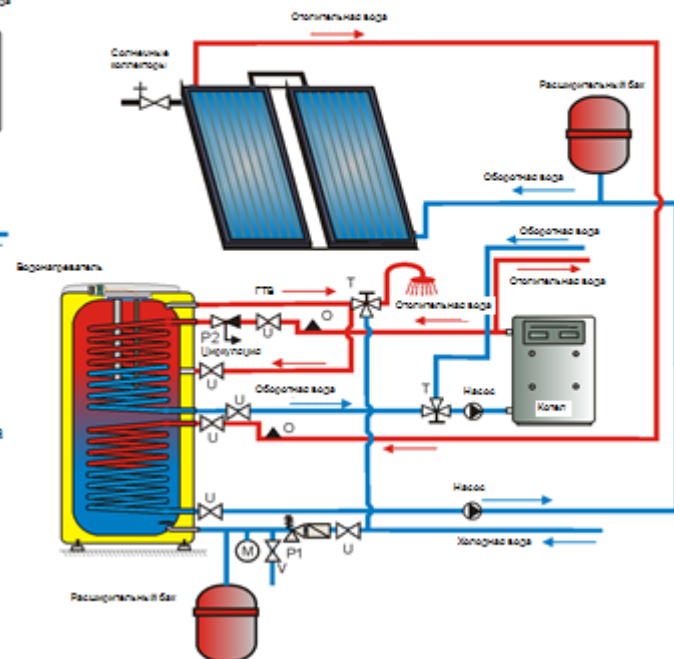
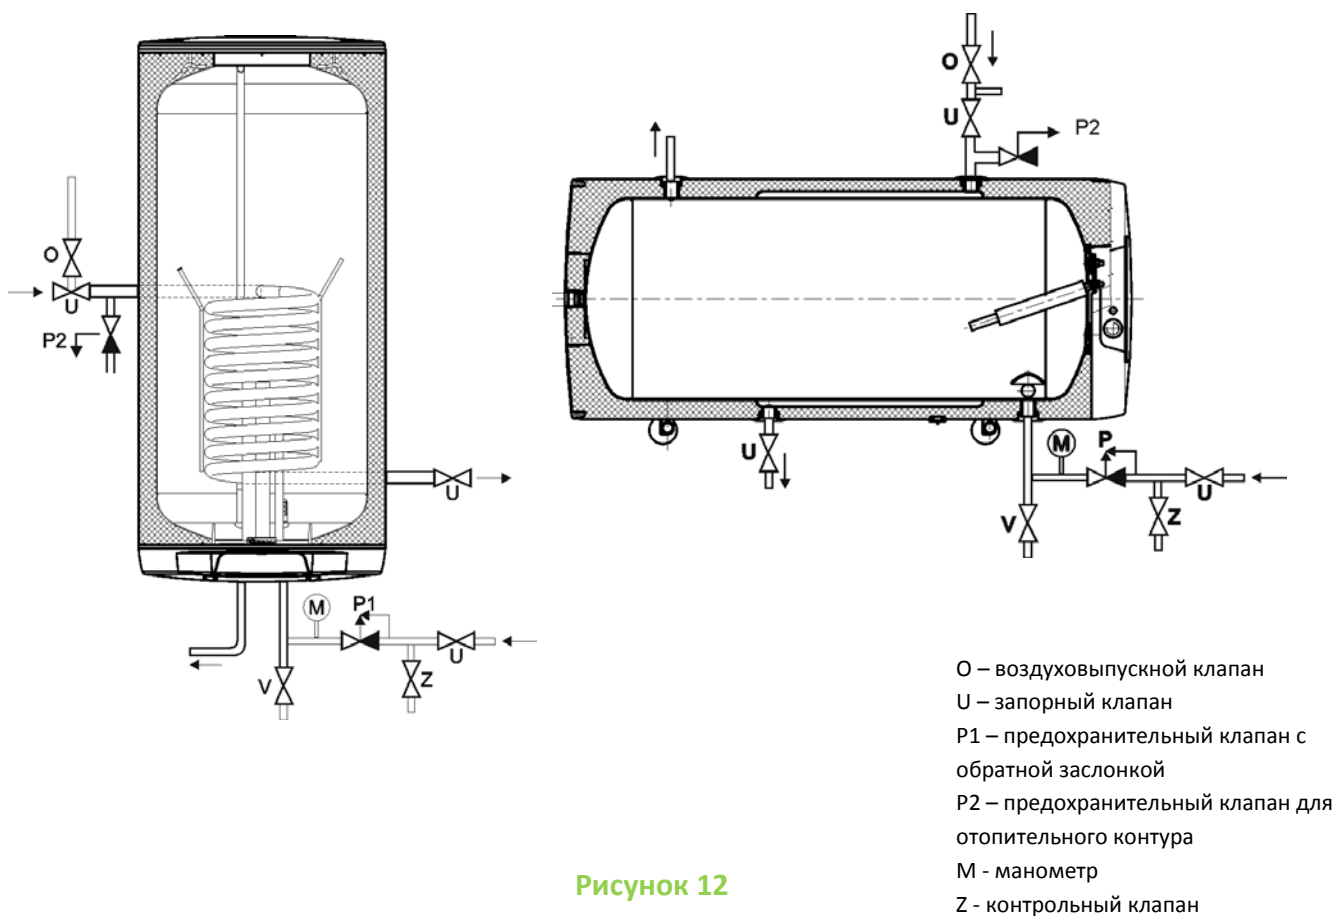

Рисунок 11
Рисунок 12
Подключение резервуаров к водопроводу изображено на (Рисунок 10, Рисунок 11, Рисунок 12). Для возможного отключения резервуара на впуски и выпуски воды необходимо установить резьбовые соединения Ду 3/4". Если линия горячей воды оборудована циркуляционным контуром, к впуску, обозначенному как «ЦИРКУЛЯЦИЯ», подсоединяется «обратка». Типы 100, 125, 160 NTR и 100, 125, 160 NTR / HV оснащены сливным выпуском. У типа 200 и 250 NTR(R) на впуск горячей воды необходимо установить Т-образную арматуру со сливным клапаном. Резервуар должен быть оборудован предохранительным клапаном. Предохранительный клапан устанавливается на подвод холодной воды, который обозначен синим кольцом.